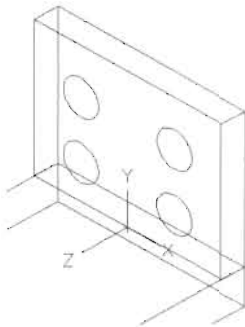

图 12-100
(6) 单击“修改”菜单中的“复制”按钮 ，将半径为 7.5 的圆垂直向上复制 30 个单位，再将复制后的两个圆水平向左复制并移动 40 个单位，如图 12-100 所示。